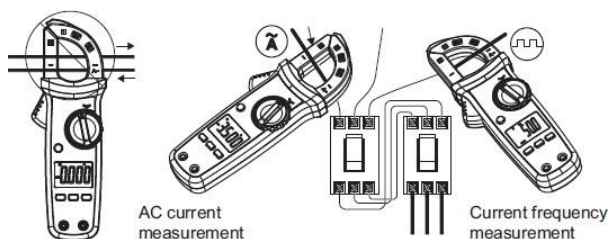

Рисунок 2
1. Измерение переменного тока/частоты тока (Рис. 2)